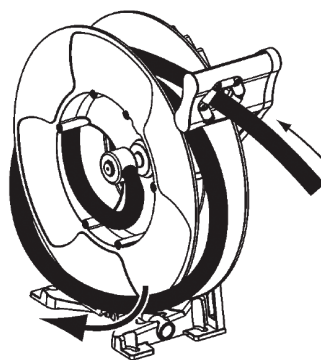

Fig.12
2. Unwind one turn and pull the hose (Fig. 12).
2. Quite una vuelta de manguera del interior del disco del enrollador (Fig. 12).
2. Détendre un tour de flexible et le retirer du tambour (Fig. 12).